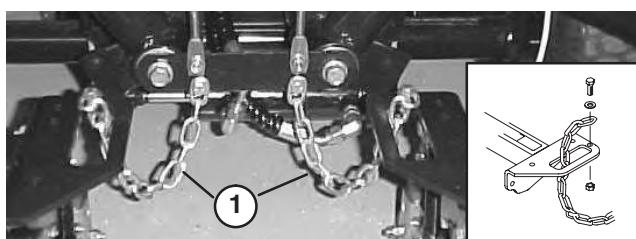

Figure 17
4. Passez une chaîne de basculement dans la fente à l'extrémité de chaque bâti porteur. Fixez la chaîne en haut du bâti porteur au moyen d'une vis, d'une rondelle et d'un contre-écrou (Fig. 17).